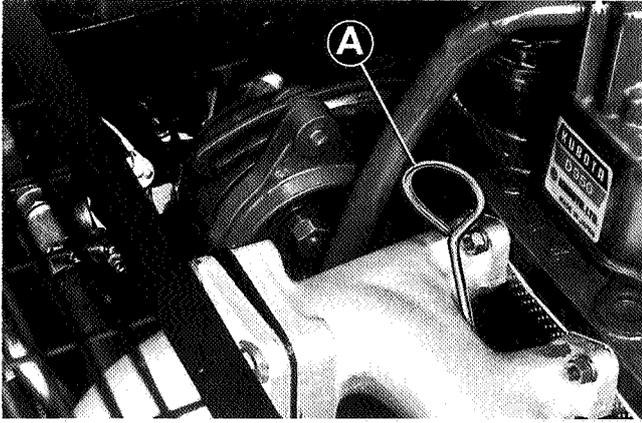
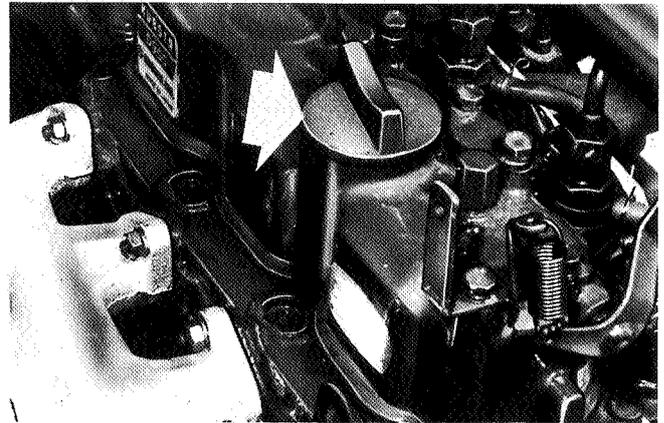

Fig.25
Abb.26
Remove dipstick (A Fig.25) and check that the oil is up to the correct level indicated. If necessary top up with fresh oil through the filler (Fig.26) on top of the rocker box.
(c) Remove the filler cap (Fig.26) and refill with fresh oil up to the maximum level on the dipstick.
Ölstab (A Abb.25) herausnehmen und prüfen, ob der Ölstand der angezeigten Markierung entspricht. Gegebenenfalls durch den Einfüllstutzen oberhalb der Schwinghebelplatte (Abb.26) nachfüllen.
(c) Einfüllverschluß (Abb.26) abnehmen und bis zur maximalen Markierung auf dem Ölstab neues Öl eingießen.
Retirez la jauge (A Fig.25) et vérifiez que l'huile soit au bon niveau indiqué. Si nécessaire, remettez à niveau avec de l'huile neuve par le remplisseur (Fig.26) sur le haut du culbuteur.
- (c) Retirez le bouchon remplisseur (Fig.26) et remplissez avec de l'huile neuve jusqu'au niveau maximum de la jauge.
Verwijder de peilstok (A Afb.25) en controleer of de olie tot aan het juiste aangegeven peil komt. Vul indien nodig bij met verse olie via de vultrechter (Afb.26) bovenop de tuimeldoos.
- (c) Verwijder de vuldop (Afb.26) en vul opnieuw met verse olie tot aan het hoogste peil op de peilstok.